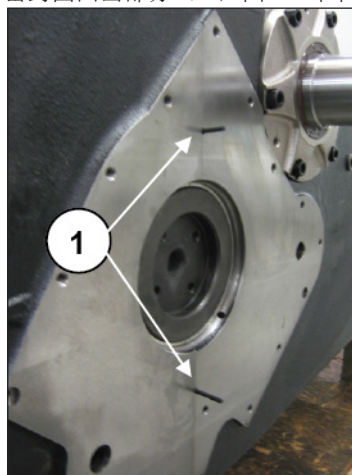
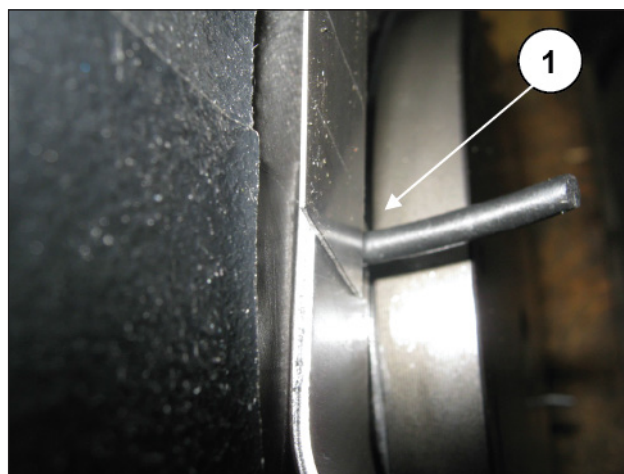

图 113
图 114
利用切刀和厚度计对从前、后曲轴箱盖密封圈线相对于曲轴法兰的O形密封圈凸出部分 (①, 图 113和图 114)。